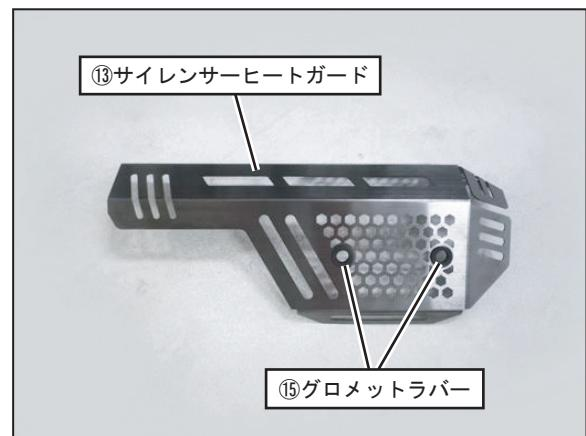

FIG. 16
14. ⑬サイレンサーヒートガードに⑮グロメットラバーを取り付けて下さい。（FIG. 16参照）